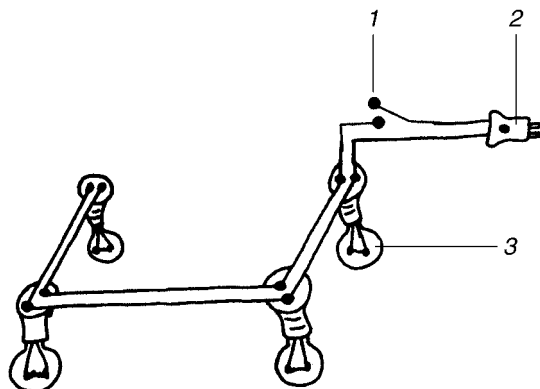

Figura 3: Montagem dos cabos do sistema de aquecimento eléctrico. 1: bimetal, 2: , 3: lâmpadas.
- 1 lâmpadas eléctricas que aquecem o ar da incubadora (figura 3 /figura 5);